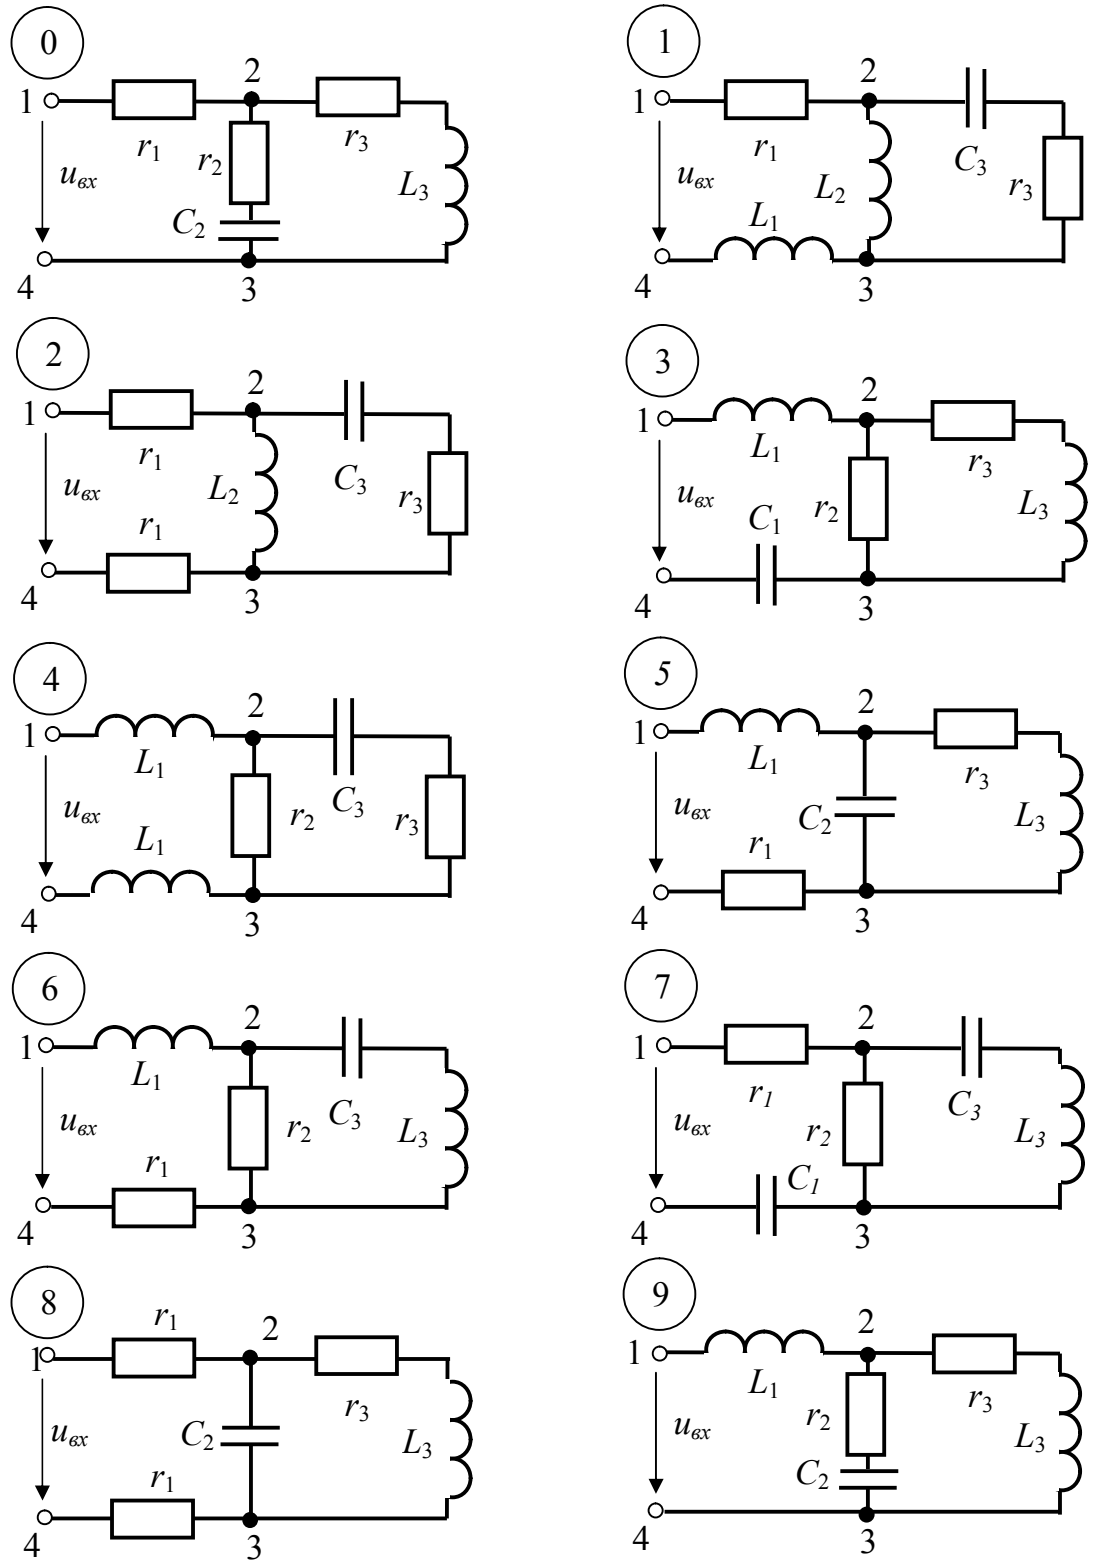

Рис. 2
**ЗАДАЧА 2.** В схеме рис. 2 заданы напряжение на участке цепи или ток в одной из ветвей. По известным параметрам цепи (см. табл. 2) необходимо выполнить следующее: